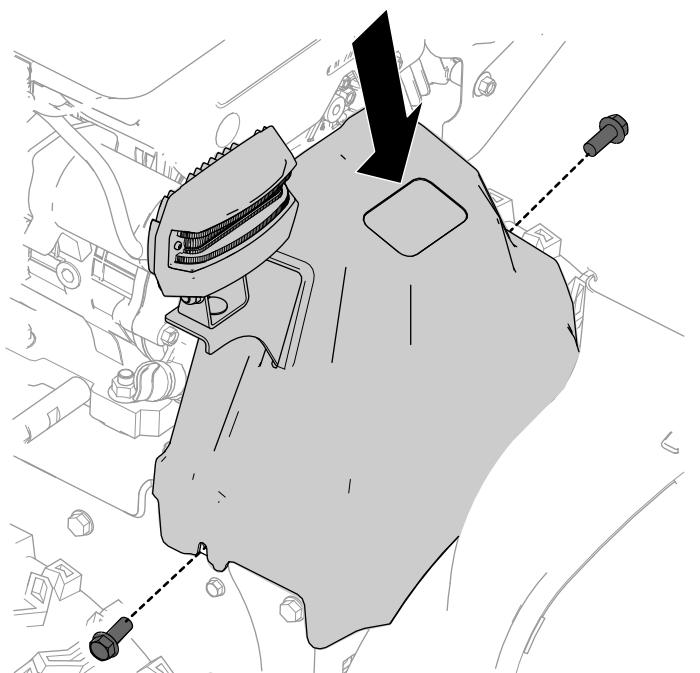

Figure 23
1. Montez le protège-courroie sur la machine et fixez-le en place avec les 2 vis (1/4" x 5/8") (Figure 23).